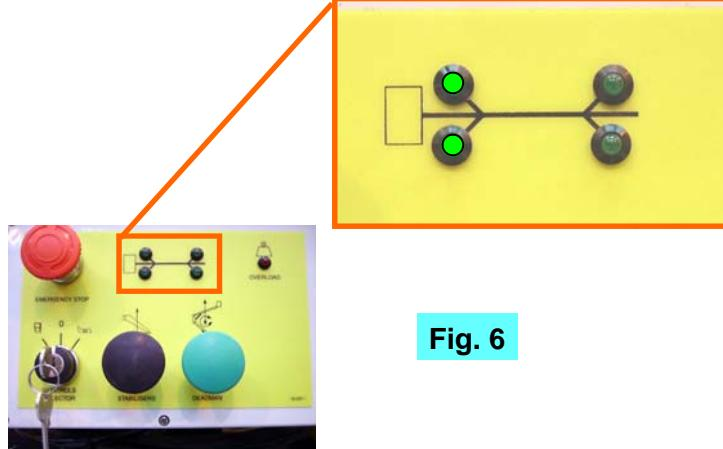

Fig. 6
5. Abbassare gli stabilizzatori 1 e 2 fino a quando l'indicatore LED verde non indica che sono sotto carico (Fig. 6).